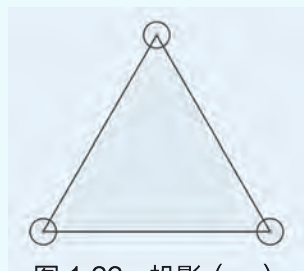

图 1.22 投影（一）
1. 制作橡皮支撑结构 1：将相同长度的小木棍插入橡皮指定位置，三根木棍垂直投影所形成的等边三角形如图 1.22 所示。